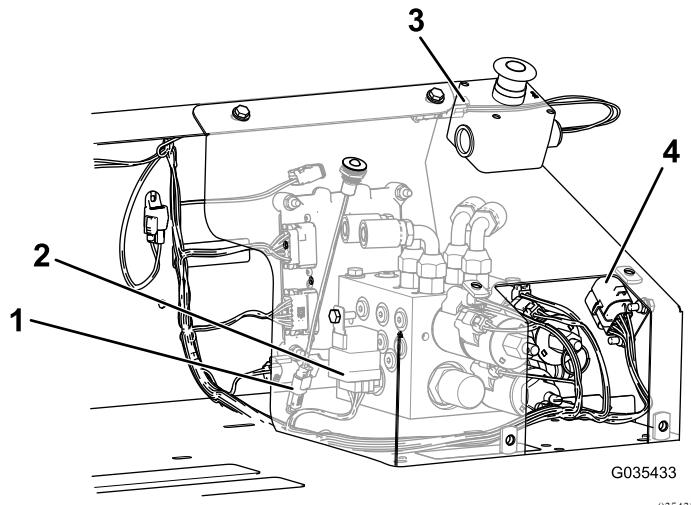

Figura 19
10. Collegate il connettore E-Stop del cablaggio preassemblato, il connettore del relè, il connettore della luce e il portafusibili negli adattatori appropriati, come mostrato nella Figura 19.